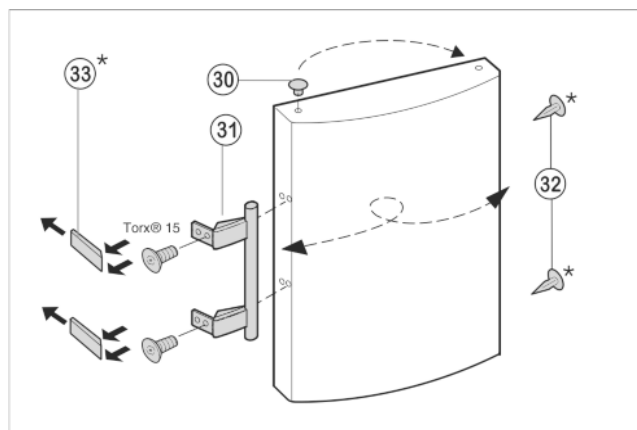

Fig. 7
- ▶ Stop Fig. 7 (30) uit de deurlagerbus heffen en omzetten.
- Deurgreep Fig. 7 (31), stop Fig. 7 (32) en drukplaat Fig. 7 (33) demonteren en terugplaatsen op de andere zijde.